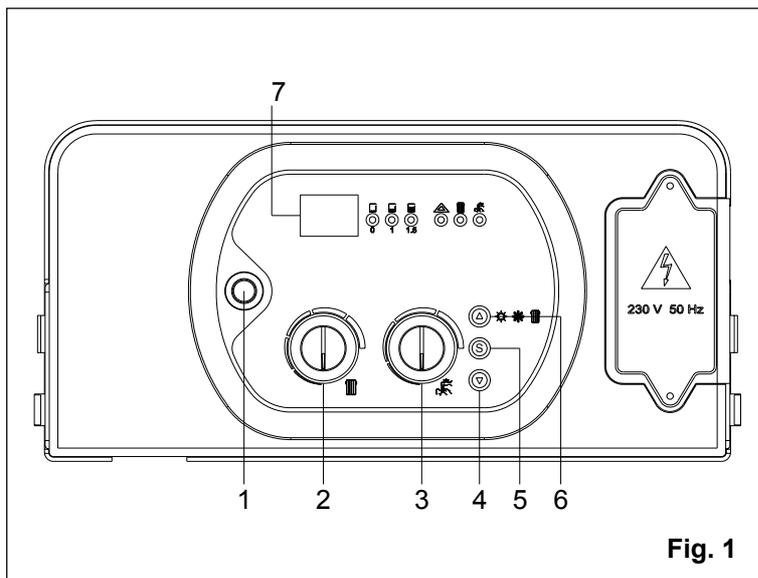

Fig. 1
- il manometro inserito nella presa di pressione **B** (fig. 1) segnerà la pressione gas;
a. posizionare l'interruttore di accensione (1) su **OFF** (fig. 1);